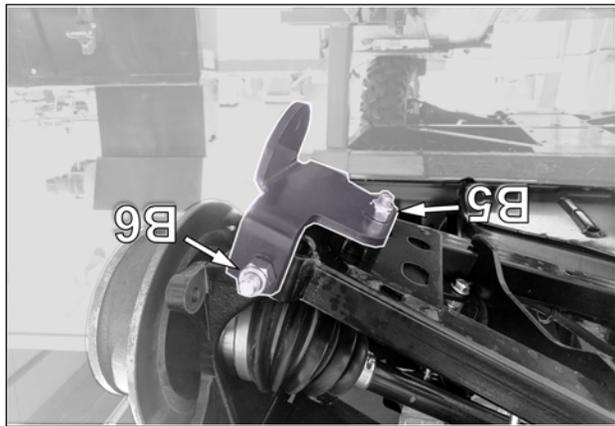

Fig. 6
6. Installer les écrous (B5-B6) aux boulons et serrer à un couple de 50 N•m [37lb•pi]. Voir la Fig. 6